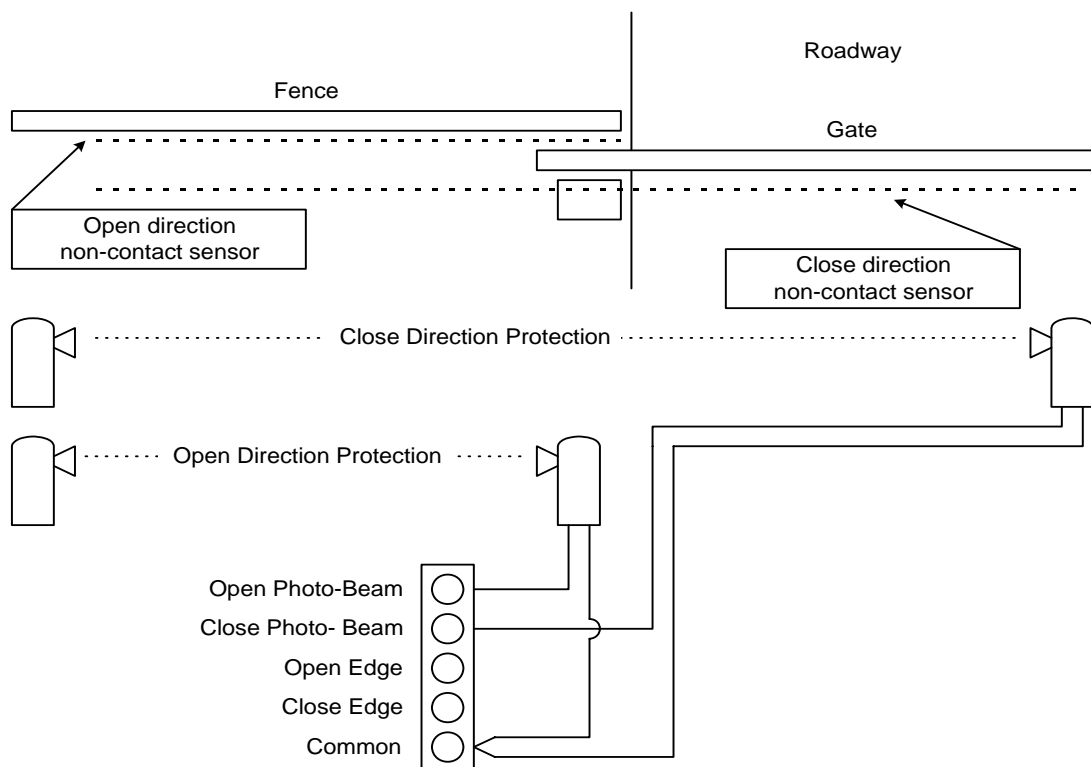

Figura 26
- Vea figura 26 para la colocación sugerida de sensores. (El diagrama es para propósitos de ilustración solamente. La colocación actual de los sensores depende de los requisitos de instalación). Uno o más sensores sin-contacto estarán ubicados donde el riesgo de ser atrapado u obstrucción existe, tal como el perímetro alcanzable por una puerta o barrera en movimiento.